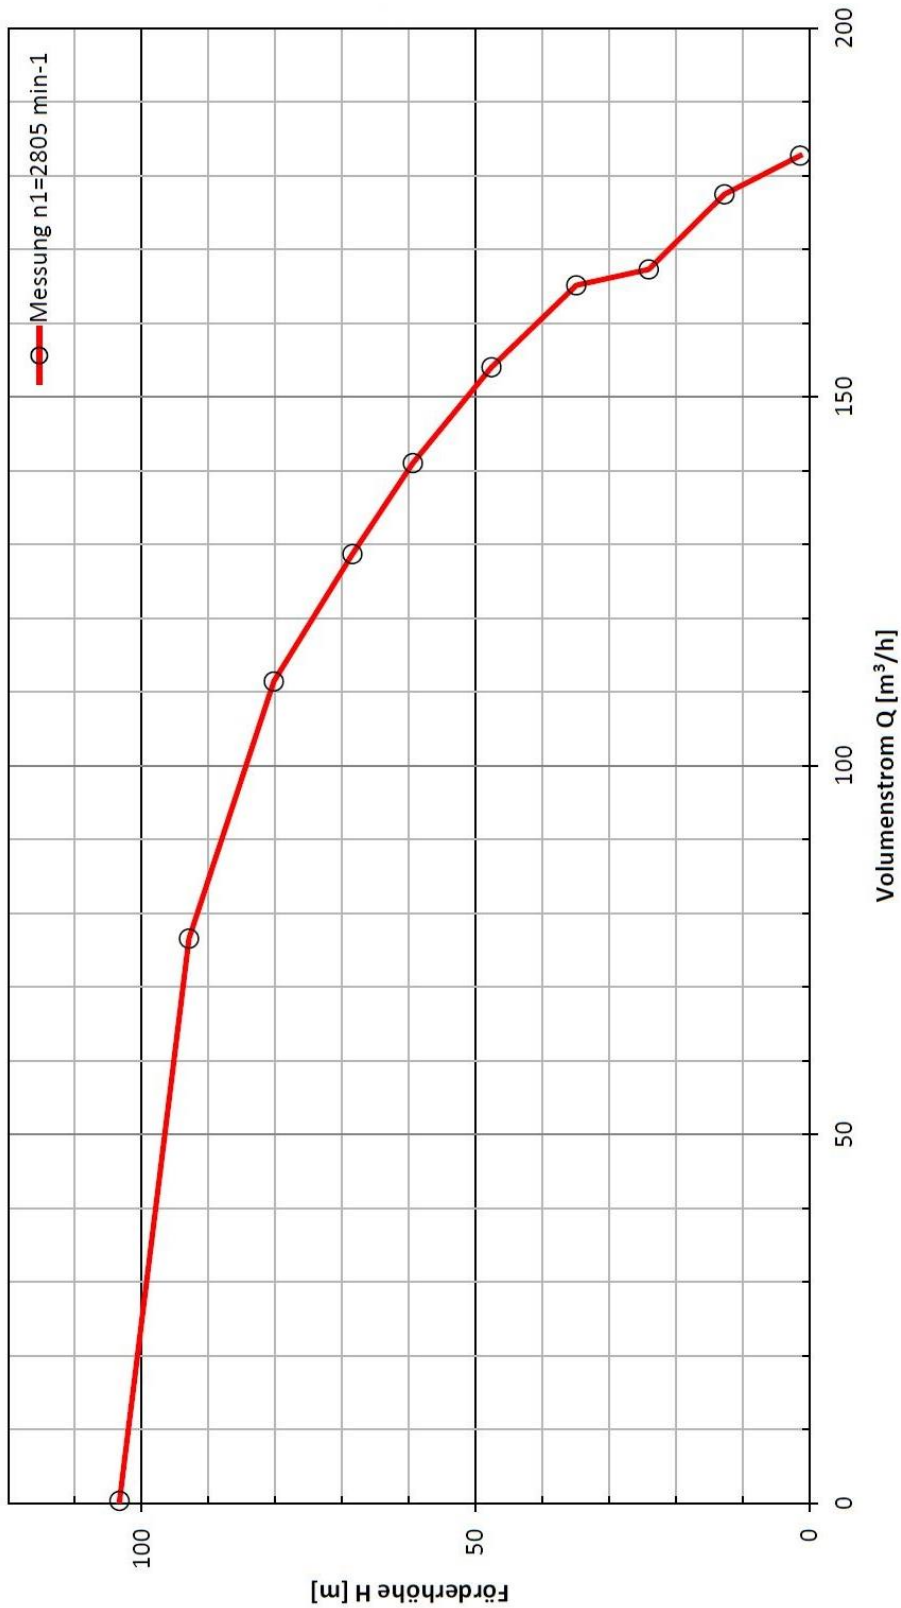

Abbildung 1 Kennfeld der Pumpe
- Kennlinie bei der Drehzahl n_1 : siehe Tabelle 1 und Abbildung 1
- Zeichnen Sie die fünf Betriebspunkte aus Aufgabe a) in die Abbildung 1 ein.
- Der Leiter der FuE-Abteilung möchte doch Messungen bei der Drehzahl n_2 durchführen. Tabelle 2 zeigt hierzu die Messdaten für die fünf Betriebspunkte. Zeichnen Sie diese ebenfalls in die Abbildung 1 ein. Was fällt Ihnen hierbei auf? Welche Ursachen könnten diese Abweichungen begründen?